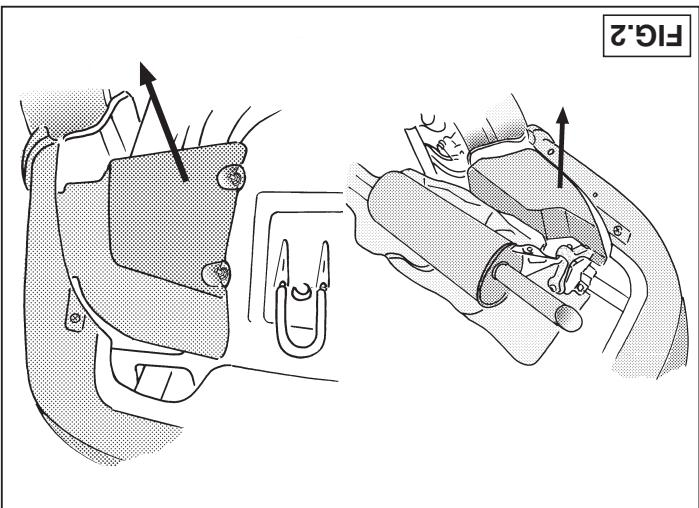
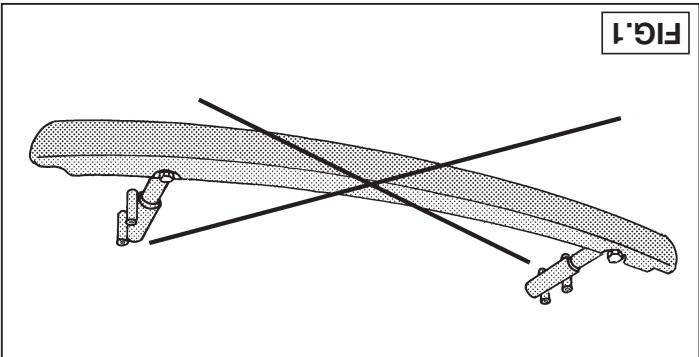

FIG.2
FIG.1
1. Dégager le fond du coffre et retirer, le cas échéant, les (4x) boulons de fixation du pare-chocs à gauche et à droite. Sur les modèles construits depuis 2001, il faudra retirer les quatre adhésifs du plancher du coffre situés à l'emplacement des points de fixation. Sur ces modèles berline, il faudra également démonter les feux arrière. Démonter le pare-chocs, y compris le butoir indiqué sur la fig. 1. Le butoir ne sera pas remis en place. Démonter les caches de protection en plastique conformément à la fig. 2. Sur les modèles construits depuis 2001, démonter seulement le cache de protection de droite.
1. Frigör bagageutrymmets golv och avlägsna (om befintliga) stötfångarens monteringsskruvar (4x). Vid modeller från 2001 ska de fyra klisterlapparna avlägsnas från bagageutrymmets golv vid monteringspunkterna. Vid modeller Sedan måste även bakljusmodulerna demonteras. Demontera stötfångaren inklusive stötbalken som visas i fig.1.
- Despejar el suelo del maletero y retirar -si presentes- a la izquierda y derecha los tornillos de fijación del parachoques (4x). En los modelos a partir del 2001 se han de retirar a la altura de los puntos de fijación los cuatro adhesivos del suelo del maletero. Además se han de desmontar en estos modelos berlina las unidades de luces traseras. Desmontar el parachoques inclusive la barra tope indicado en la fig. 1. La barra tope no se vuelve a poner. Desmontar las cubiertas protectoras sintéticas de acuerdo con la fig. 2. En los modelos a partir del 2001 se ha de desmontar únicamente la cubierta protectora a la derecha.
- Svuotare il bagagliaio e rimuovere, a destra e sinistra, i bulloni di fissaggio dei paraurti (4x), se presenti. Per i modelli a partire dal 2001 è necessario rimuovere dal fondo del bagagliaio i quattro adesivi che coprono i punti di fissaggio. Inoltre, per questi modelli Berlinetta, è necessario smontare i gruppi dei fanali posteriori. Smontare il paraurti e la barra indicata in fig. 1. La barra non dovrà essere rimontata. Smontare i tappi di protezione in plastica, come indicato in fig. 2. Per i modelli a partire dal 2001 è sufficiente smontare il tappo destro.